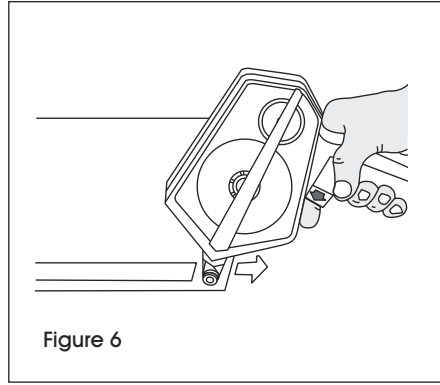

Figure 6
2. Keep roller on surface, release trigger and pull dispenser to break adhesive. (See Figure 6)
2. Gardez le rouleau sur la surface, relâchez la détente et tirez sur le dévidoir pour couper l'adhésif. (Voir Figure 6)